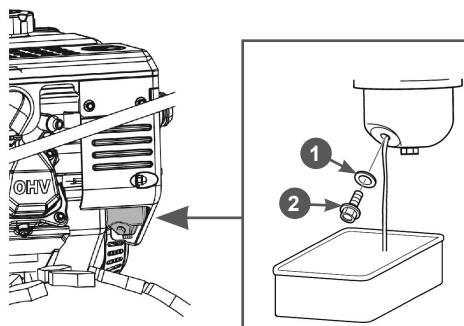

Рис. 39 Слив топлива с карбюратора
2. Установите под карбюратор подходящую емкость (Рис. 39).
3. Открутите болт 2 слива отверстия и слейте топливо из поплавковой камеры карбюратора (Рис. 39).